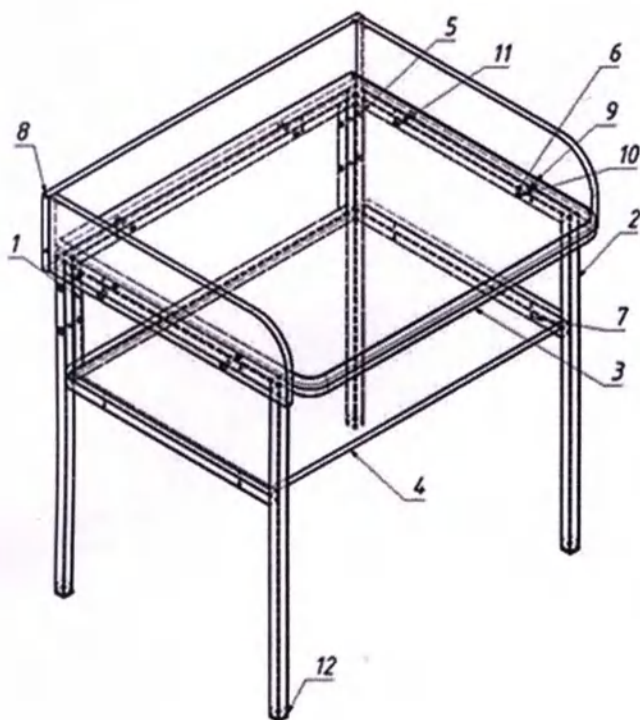

Рис.1
1. Внимательно ознакомьтесь со схемой сборки, изображённой на рис.1, сверяясь со спецификацией на изделие. Согласно схеме и спецификации определите расположение деталей в изделии и порядок их сборки. Сборка производится на ровном полу, укрытом материалом, предотвращающим повреждение покрытия пола и деталей мебели. Подготовьте необходимые для сборки инструменты – плоскую и крестовую отвёртки, молоток, рулетку или линейку.
2. На вертикальных боковых стенках (1,2) установите подпятники (11). Евровинтами (9), как показано на рис. 1, соедините вертикальные стенки (1,2,3) с горизонтальными стальными (4,5,6). Закройте головки евровинтов (9) заглушками (10).
3. На дверях (7,8) установите ручки (13); при помощи шурупов (14) закрепите петли (12). Закрепите двери к боковым стенкам стола. При помощи регулировочных винтов петель выровняйте положение дверей и величину зазоров.